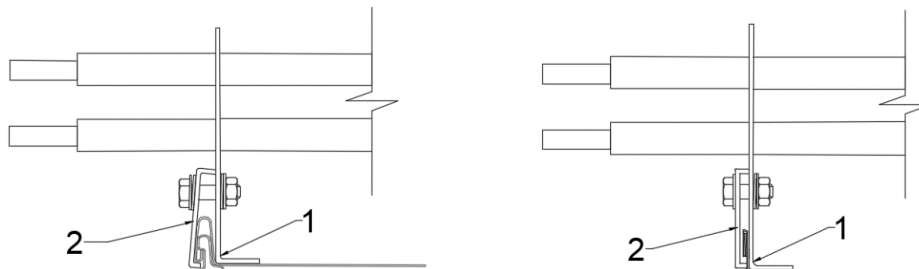

Рис.1
2. Установить кронштейны, соединенные с прижимными скобами на фальцевый замок. Закрепить таким образом, чтобы прижимные скобы были со стороны фальцевого замка (Рис.1). (Момент затяжки болтовых соединений: min 10Н·м; max 15 Н·м).